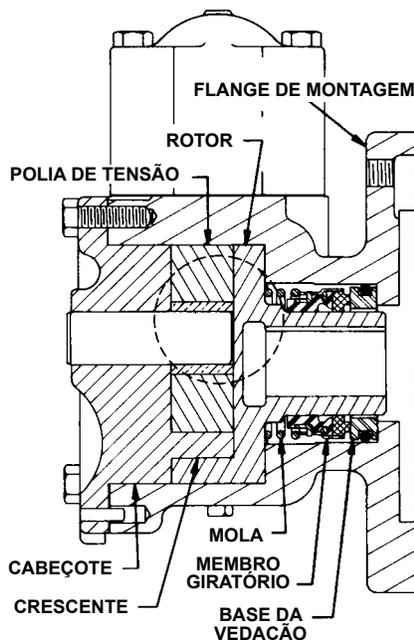

FIGURA 10
Remontagem das bombas de selo mecânico, modelos H475, HJ475 ou HL475: consulte a Figura 10
- 6. O CABEÇOTE PODE SER AGORA MONTADO NA BOMBA.** Incline ligeiramente o cabeçote para longe da bomba até que a crescente entre no diâmetro interno do rotor, e gire a polia até seus dentes se encaixarem nos dentes do rotor. Não danifique as juntas do cabeçote. Note a posição correta da polia e da crescente. Veja a Figura 10 e a etapa 2 de Desmontagem.